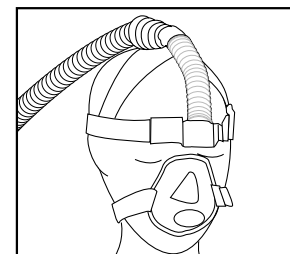

Figura 7
- Posizionare la maschera non troppo stretta sul volto. Regolare le cinghie della cuffia in modo che la maschera sia salda e confortevole **Figura 7**.